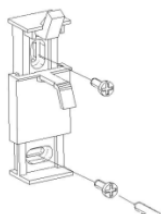

Fig. 4
- Realizar os orifícios e meter as buchas incluídas no kit de fixação, posicionar o suporte e apertar os parafusos até a peça ficar bem fixada (Fig. 4 y 5).